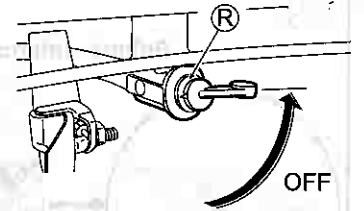

Fig. 15.
3 Placez le Robinet de carburant (R) sur "OFF" (ARRÊT). (Voir Fig. 15.)